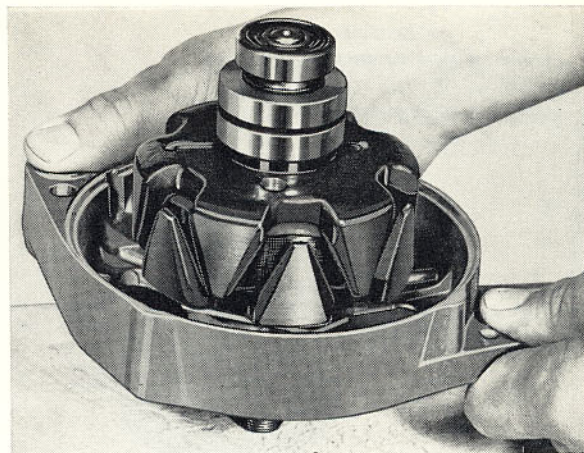

Bild 28. Demontering av främre lagersköld
7. Lossa de tre skruvarna som håller främre lagrets stödplatta. Frigör lagret genom att slå axeländan mot en träbit, bild 28.